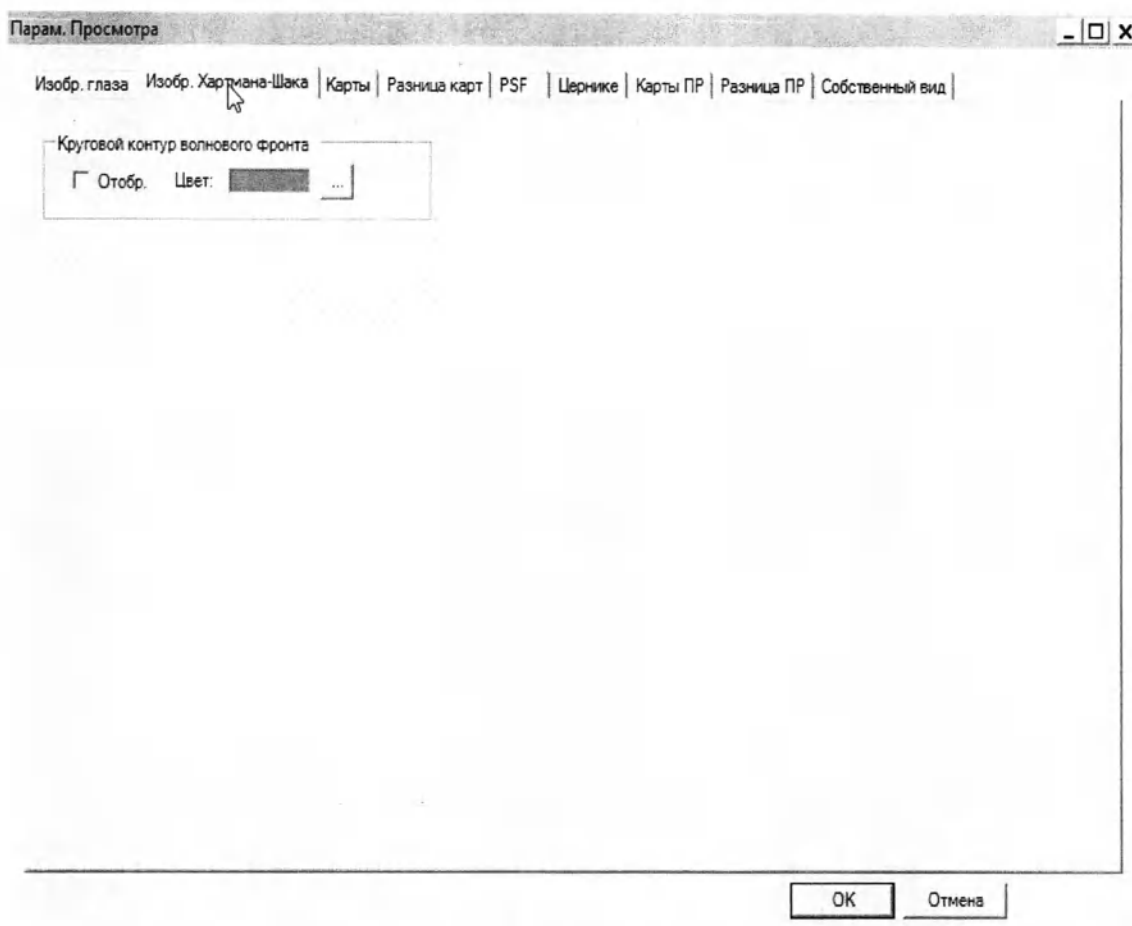

Рис. 23-2 — Экран параметров просмотра на вкладке «Изобр. Хартмана-Шака»
Параметры, настраиваемые на этой вкладке, определяют внешний вид Хартмана-Шака. В виде «Изобр. Хартмана-Шака» отображается изображение Хартмана-Шака, связанное с обследованием. Пример изображения Хартмана-Шака см. на Рис. 24-2 на стр. 24-2. Настраиваемые параметры просмотра дают возможность показать или скрыть круговой контур волнового фронта и выбрать цвет контура (см. Рис. 23-2).
1. Нажмите кнопку рядом с полем «Цвет». Откроется экран «Цвет» (см. Рис. 23-2).